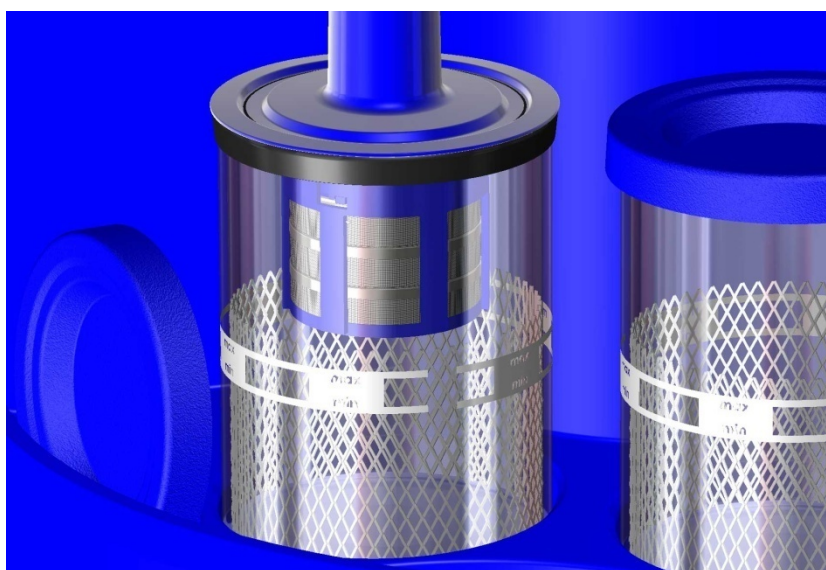

Fig. 3.8.4. Position Essorage (Position médiane)
- Position médiane (dans le réservoir de fluide – au-dessus du fluide de nettoyage/de rinçage) : Position Essorage (*Fig. 3.8.4.*).